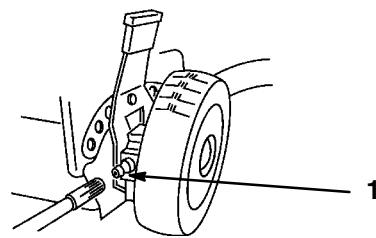

Figure 74
1. A l'aide d'un chiffon propre, essuyez les graisseurs des leviers de réglage de hauteur des roues arrière (Fig. 74).